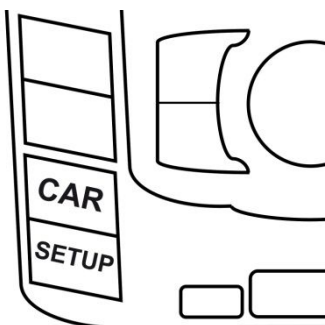
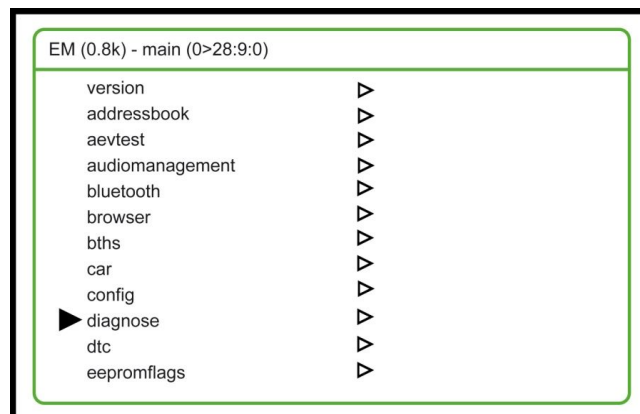

Abb. 17
Abb. 18
5. Betätigen Sie die Tastenkombination (Abb. 17) **SETUP +** (kurz danach) **CAR** und **halten** Sie diese zusammen solange **gedrückt**, bis Abb. 18 Im Display erscheint.